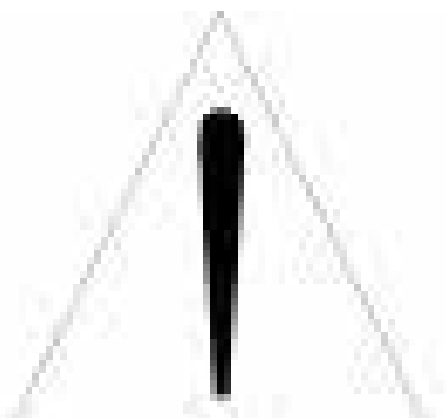

Bild 4.11 - Endergebnis: Positionierung von vertikal aufgestellte Motoren
4. Die Last auf dem ersten Paar Transportösen reduzieren und mit einer 2. Hebevorrichtung die Drehung der Motors, wie in Bild 4.11 gezeigt, vornehmen. Dieses Verfahren sollte langsam und vorsichtig ausgeführt werden.